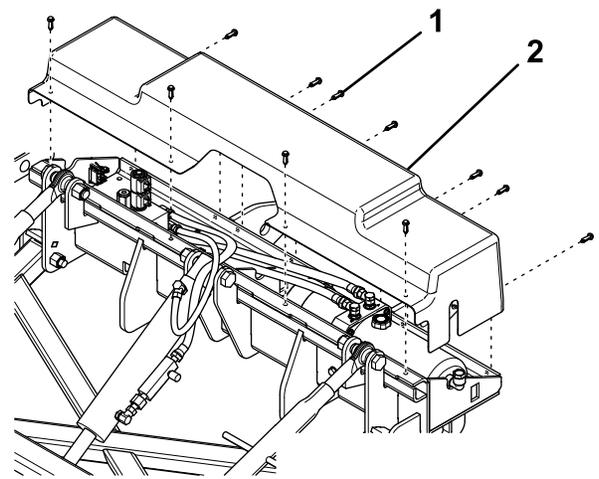

Figura 11
8. Conecte la cubierta del acoplamiento usando 11 remaches de presión (Figura 11).